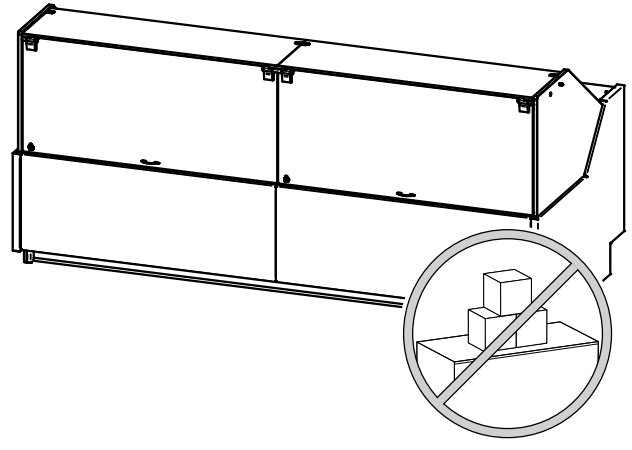

Fig. 26
- L'alzata del banco non sia caricata con pesi eccedenti i limiti indicati ("Fig. 26").